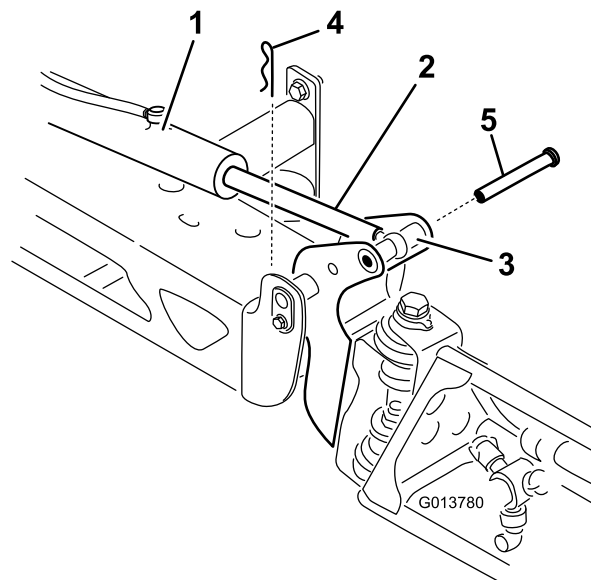

Figura 63
2. Retire o contrapino do pino de articulação (Figura 63).
3. Levante a rampa e retire o pino (Figura 63). Faça descer lentamente a rampa até ao solo.
8. Levante a rampa para alinhar a articulação com a barra do accionador. Enquanto segura na rampa, insira o pino através tanto da articulação da rampa como da barra do accionador (Figura 63).